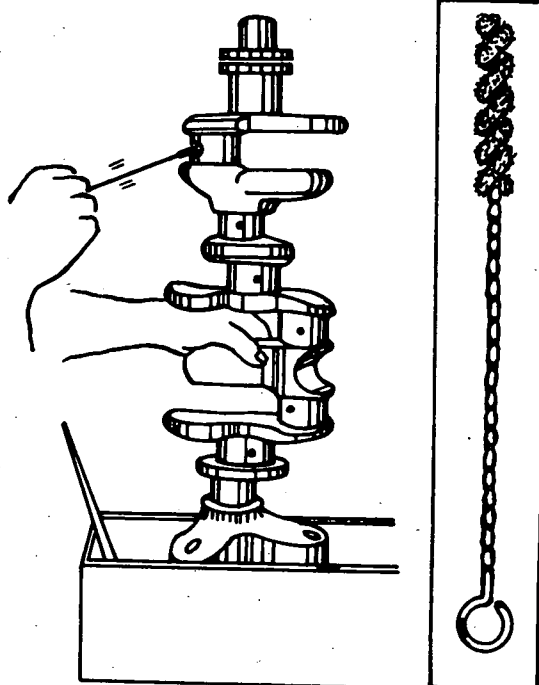

Fig. 1
1) Limpe os condutos interiores da árvore de manivelas com uma vareta (fig. 1).